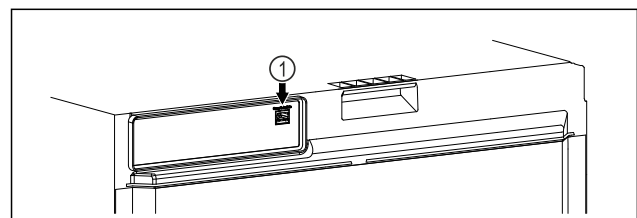

Fig. 119
- ❑ SmartModule Fig. 119 (1) ist eingesetzt.